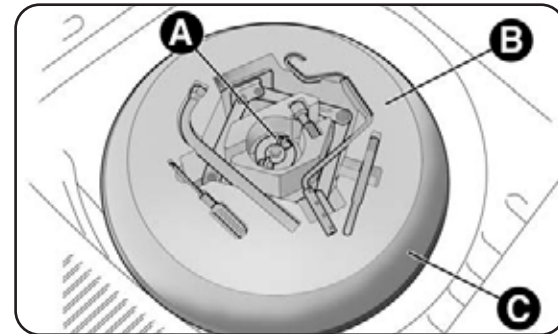
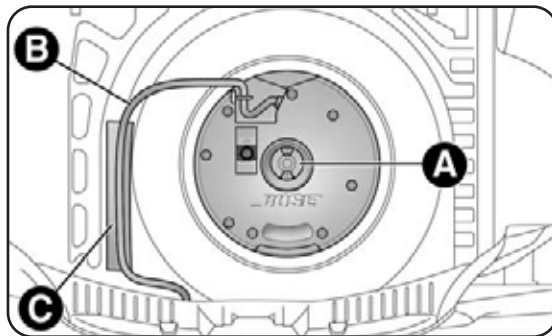

fig. 3
fig. 10
- desenrosque el dispositivo de bloqueo A-fig. 3, coja el contenedor de herramientas B y colóquelo al lado de la rueda que debe cambiarse; luego coja el ruedín de repuesto C;
- desenrosque el dispositivo de bloqueo A-fig. 10, levante el Subwoofer y después despegue el cable de conexión B del velcro C;
- apoye el cable B-fig. 10 sobre el velcro C para evitar pellizcarlo. Después, enrosque el dispositivo de bloqueo A-fig. 3. Baje la moqueta del maletero.